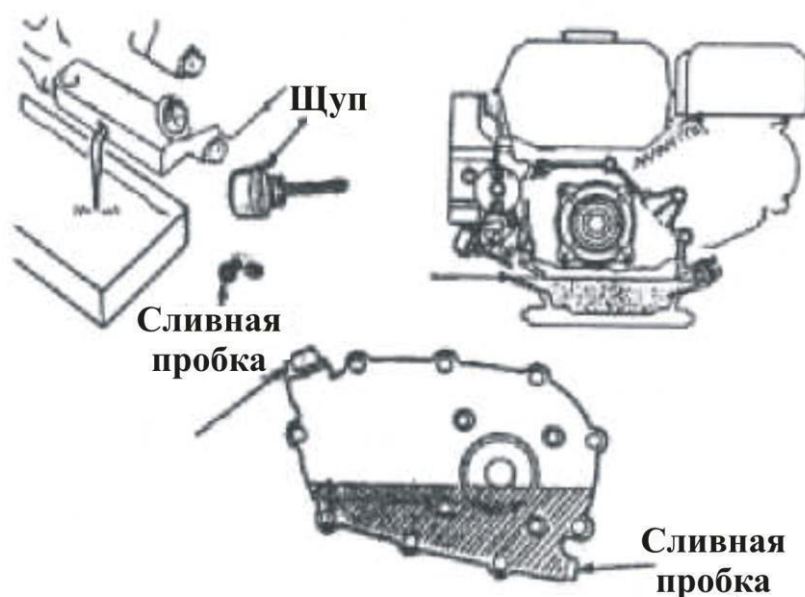

Рис.22
- а) Открутите щуп масляного картера и сливную пробку, слейте масло. Вновь установите сливную пробку и туго ее затяните. (Рис. 22);